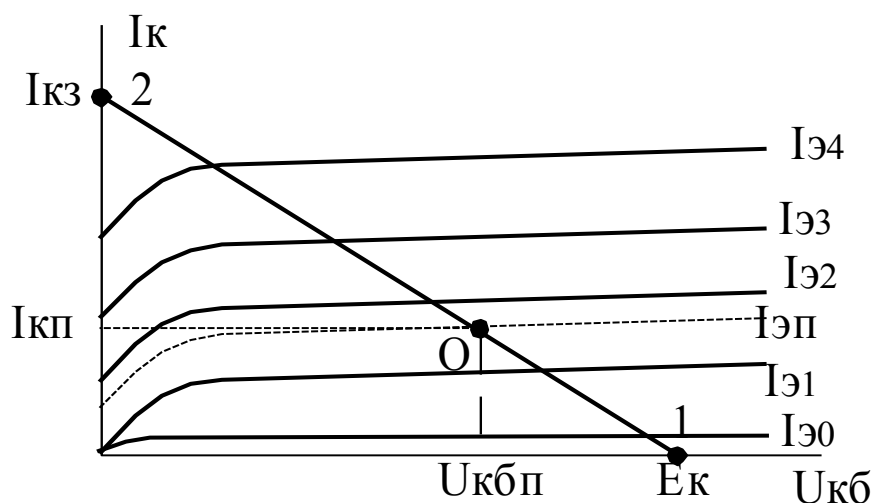

Рис. 7
На рис. 7 уравнение (1) представляет собой уравнение прямой, которую называют нагрузочной прямой, а уравнение (2) представляет семейство выходных характеристик транзистора, включенного по схеме с общей базой. На основании определенных критериев может быть выбран тип транзистора, при этом по справочнику определим его входные и выходные характеристики.